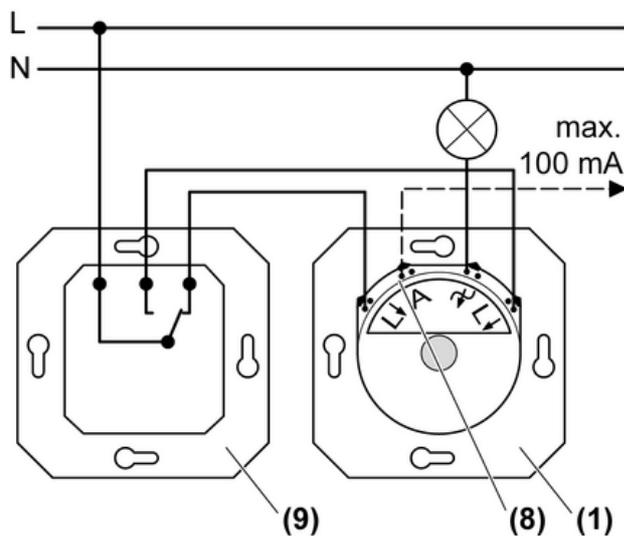

Bild 3: Wechselschaltung
- (1) Dimmer
- (8) Steuerausgang **A**
(9) Wechselschalter
- Dimmer (1) und Wechselschalter (9) gemäß Anschlussplan anschließen (Bild 3).